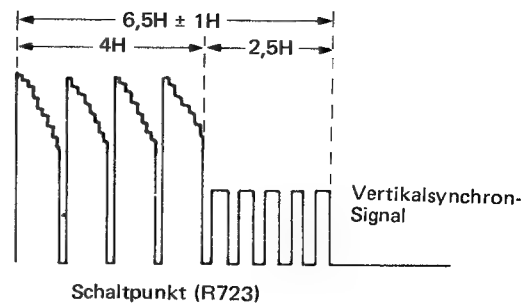

Abb. 8-18
3. Die (+) Synchronflanke mit dem Oszilloskop wählen, R723 so einstellen, daß die in Abb. 8-18 gegebenen Anforderungen erfüllt werden.